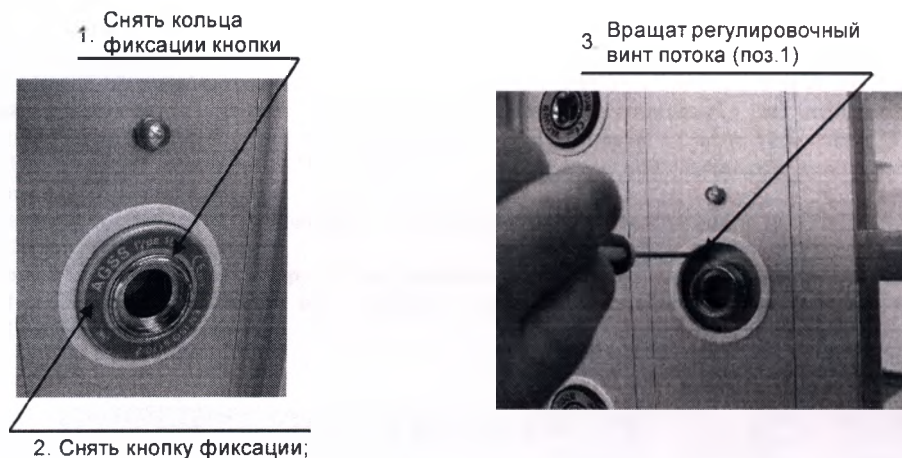

Рис. 15 Регулировка потока клапана AGSS
- 8.7. **Регулировка потока клапана AGSS.** Установленный изготовителем поток газа 50л/мин, при давлении сжатого воздуха до 5 бар. Поток газа регулируется с помощью интегрированного регулятора (см..Рис. 15)